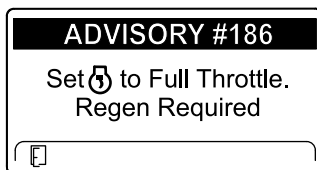

Figura 45
**Nota:** Si la temperatura de los gases de escape del motor es demasiado baja, el InfoCenter muestra el ADVISORY #186 (Aviso n.º 186) (Figura 45) para informarle de que ajuste el motor a velocidad máxima (ralentí alto).